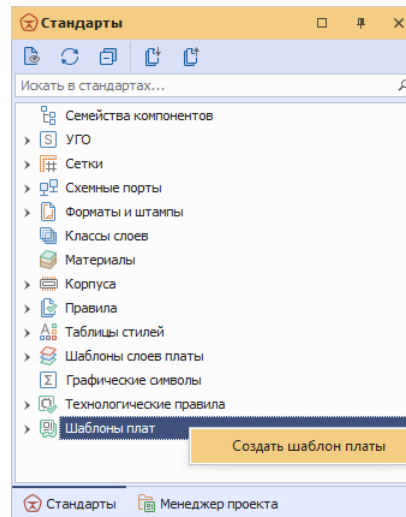

Рис. 125 Создание шаблона платы
2. Вызовите контекстное меню и выберите пункт «Создать шаблон платы», Рис. 125.